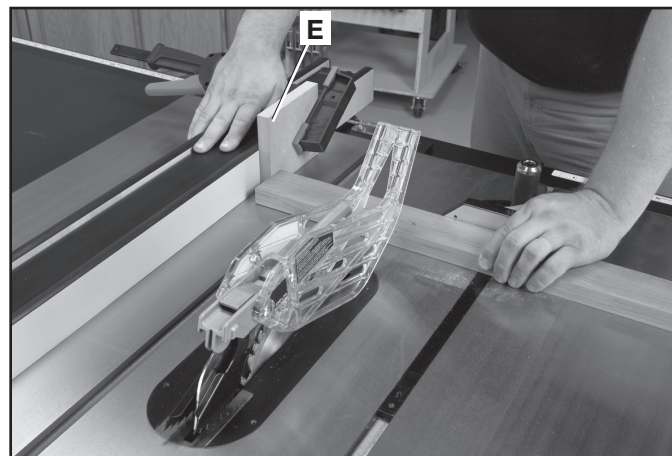

FIG. 60
Pour tronçonner plusieurs pièces de même longueur, un bloc de bois (E) Fig. 60 peut être fixé sur le guide et utilisé comme jauge de coupe. Le bloc (E) doit avoir au moins 19 mm (3/4 po) d'épaisseur pour empêcher la pièce coupée de se coincer entre la lame et le guide lors de l'enlèvement de la pièce de la table. Il est important de toujours positionner ce bloc de bois devant la lame de la scie comme indiqué. Une fois que la longueur de coupe est déterminée, verrouiller le guide et utiliser la jauge à onglet pour guider l'ouvrage pendant la coupe.